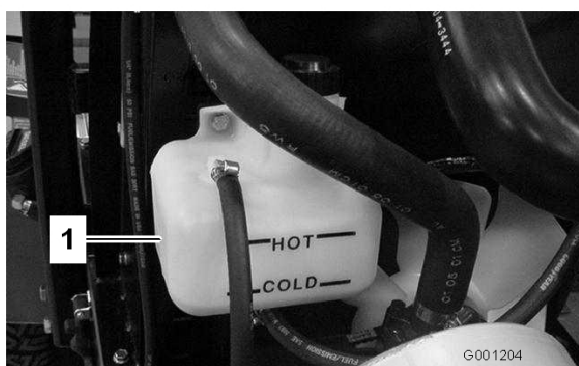

Figura 23
1. Compruebe el nivel de refrigerante en el depósito de expansión (Figura 23). El nivel del refrigerante debe estar entre las marcas en el lateral del depósito.